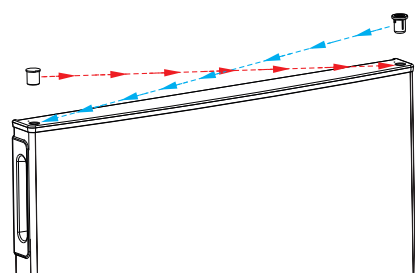

Abb. 14
- ▶ Setzen Sie den Blindstopfen in die Bohrung auf der rechten Seite (Abb. 14).